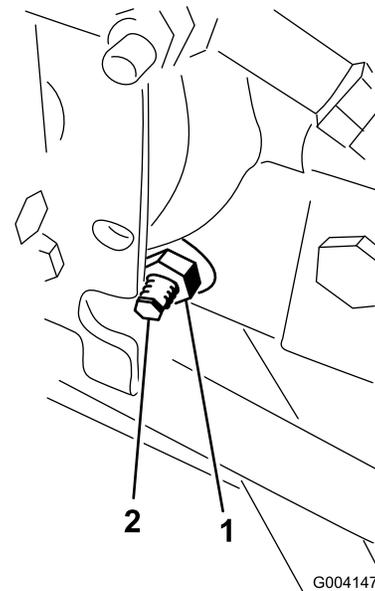

図 59
3. ハイドロスタットの右側にあるトラクション調整カムのロックナットをゆるめる図 59。